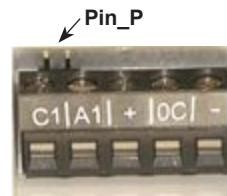

Abb. 2
1. Die beiden Kontakte PIN_P hinter der Klemmenleiste (Abb. 2) überbrücken.